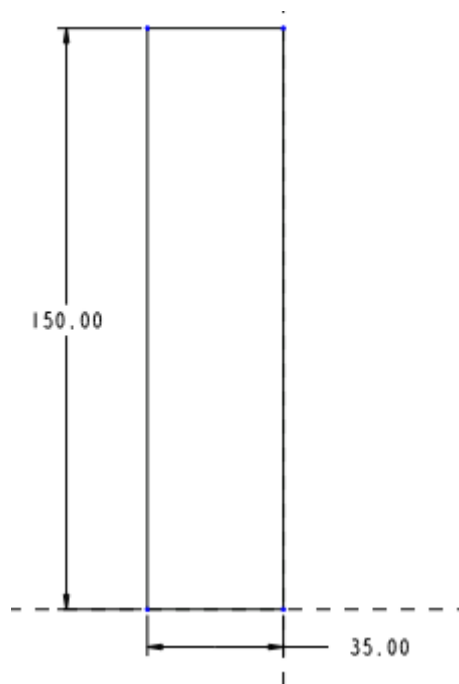

图 38-3
- (1) 单击特征工具栏中的 ，打开拉伸特征操控板。
- (2) 单击草绘截面按钮 ，系统显示【剖面】对话框。选择 FRONT 基准面为草绘平面，RIGHT 基准面为参照平面，接受系统默认的视图方向。
- (3) 单击【草绘】，进入草绘工作环境，绘制如图 38-3 所示的拉伸截面。